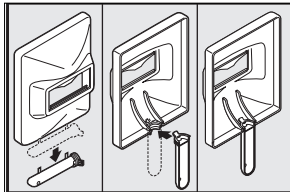

Figura 4
1. Corte el mango desmontable de la máscara (sólo WF2050 y WF2054 ; el modelo WF2057 incluye un casco completamente ensamblado.) Empárrale los bordes (Vea la Figura 4).